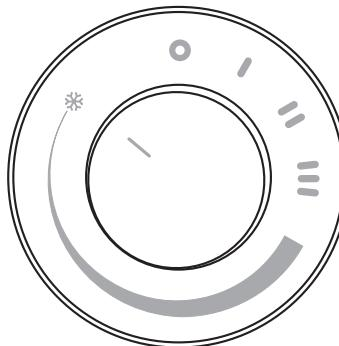

fig. 6
- Zur Aktivierung der FROSTSCHUTZFUNKTION drehen Sie den Drehgriff so, dass der Anhaltspunkt "I" auf dem Symbol "*" auf dem Steuerpanel (Abb.6) steht.
- Para activar la función ANTICONGELACIÓN, gire el mando de tal forma que la referencia "I" quede alineada con el símbolo "*" del panel de mandos (Fig. 6).